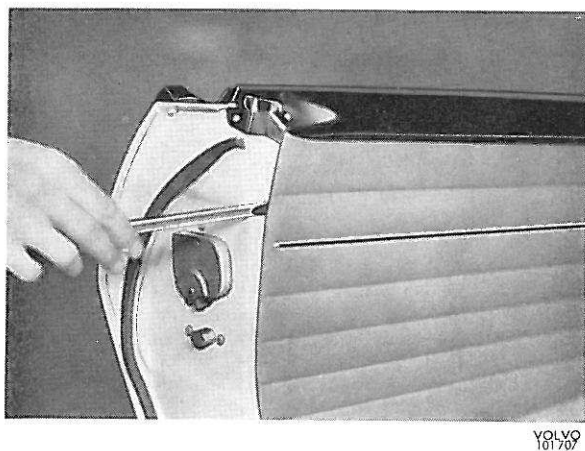

Figure 9. Démontage de la garniture intérieure de porte
3. Démontez la partie supérieure du revêtement intérieur de porte avec un tournevis inséré entre ce revêtement et la porte (figure 9). Une fois le revêtement détaché de la porte, le déposer en le retirant vers le haut.